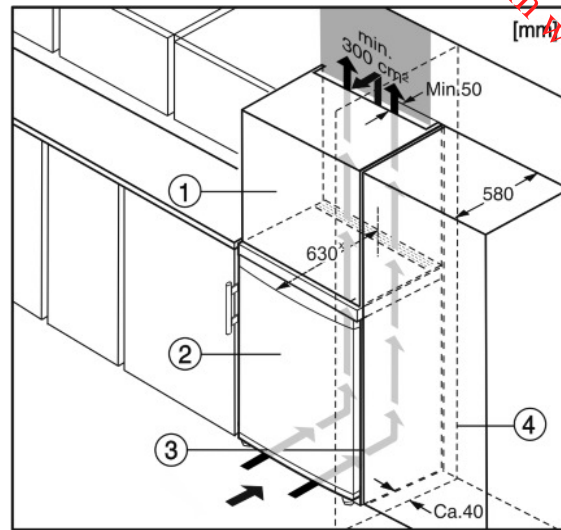

Fig. 10
- (1) Élément haut
- (2) Appareil
- (3) Placard de cuisine
- (4) Mur
L'appareil peut être entouré de meubles de cuisine. Pour adapter l'appareil Fig. 10 (2) à la hauteur des placards de la cuisine intégrée, on peut placer un élément haut Fig. 10 (1) au-dessus de l'appareil.
Lors de la transformation avec des placards de cuisine (profondeur max. 580 mm), l'appareil peut être placé directement à côté du placard de cuisine Fig. 10 (3). L'appareil dépasse latéralement de 34 mm* et de 50 mm* au centre de l'appareil par rapport à la face avant du placard de cuisine.
Si l'appareil est installé avec les charnières à côté d'un mur Fig. 10 (4), la distance entre l'appareil et le mur doit être de 40 mm min. Ceci correspond à la saillie de la poignée lorsque la porte est ouverte.